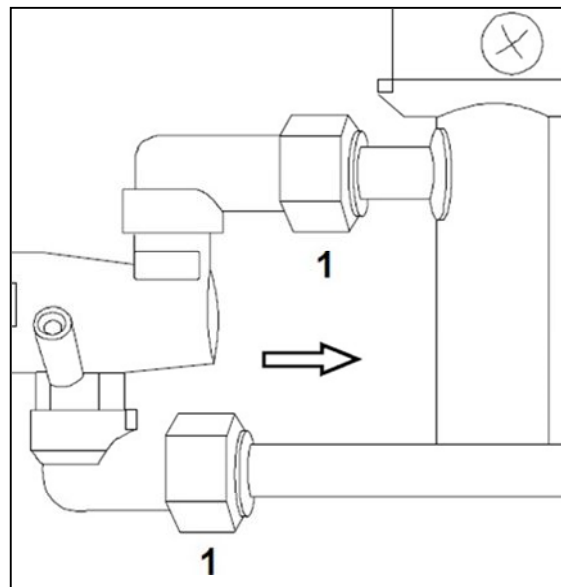

FIG.19
- Retire la válvula de los racores de unión a las tuberías de gas (FIG.19-Ref.1).